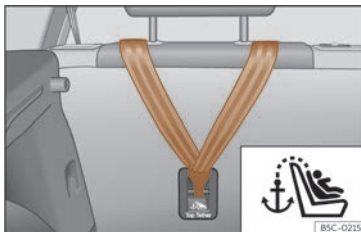
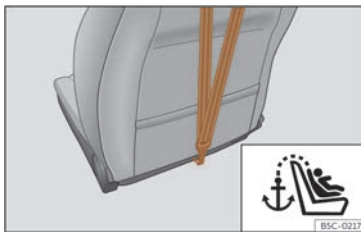

Fig. 41 Arrière de la banquette arrière : ancrage pour la ceinture Top Tether.
Fig. 42 Arrière du dossier du siège du passager avant : ancrage pour la ceinture Top Tether (non disponible sur tous les marchés/versions).
Les sièges pour enfants avec système Top Tether sont équipés d'une sangle supplémentaire pour les fixer à un point d'ancrage du véhicule. Ce point d'encrage est situé à l'arrière du dossier de la banquette arrière et du passager avant¹⁾ (identifié par le symbole ) , et il procure une meilleure retenue >>> **fig. 41**, >>> **fig. 42**.
- Faites glisser la sangle et fixez-la correctement à l'aide de l'ancrage derrière le dossier >>> **fig. 41**, >>> **fig. 42**.